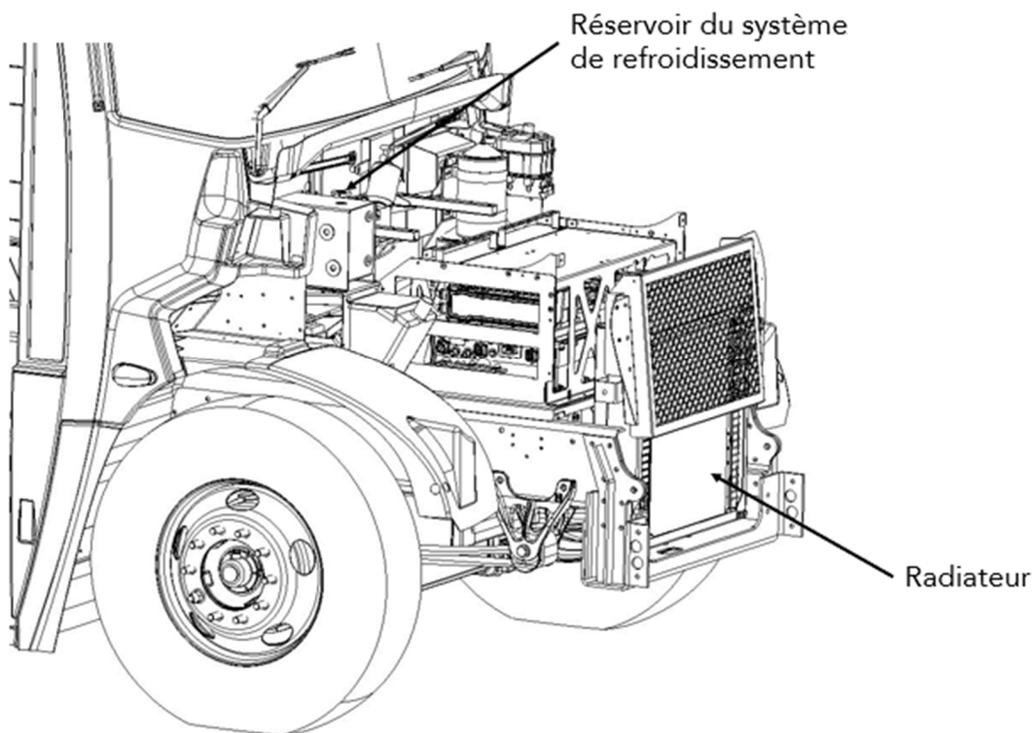

Figure 2 - Emplacement des composants
1. **Dévissez le bouchon du réservoir du liquide du liquide pour le système de refroidissement du moteur (Figure 2).**
4. *Localiser le robinet sous le radiateur et l'ouvrir (Figure 2).*